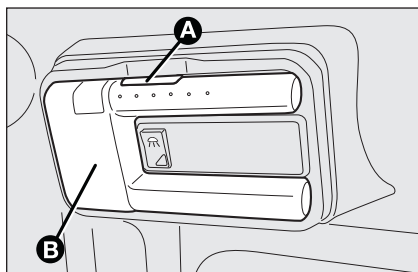

fig. 43
- ☐ druk op de knop **A**-fig. 43 en verwijder het uitneembare plafondlampje **B**;